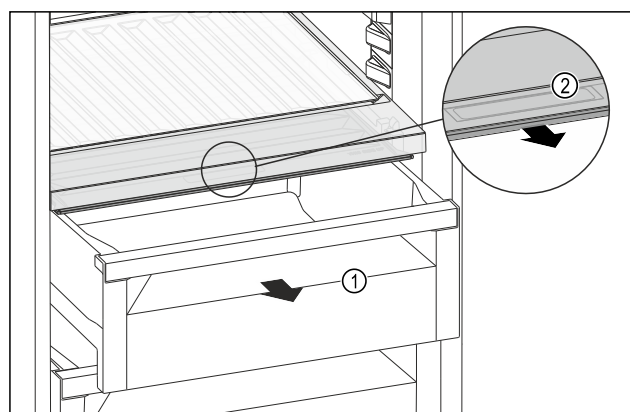

Fig. 186
- Retirer le tiroir Fig. 186 (1).
- Saisir la poignée encastree Fig. 186 (2) du couvercle du compartiment et tirer le couvercle du compartiment par l'avant.